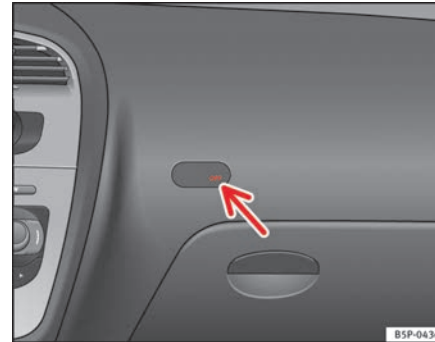

Abb. 27 Kontrollleuchte für Abschaltung der Beifahrerairbags
- Überprüfen Sie, ob bei eingeschalteter Zündung die Kontrollleuchte „OFF“ der Instrumententafel ⇒ Abb. 27 aufleuchtet ⇒ .
⇒ Seite 46, Abb. 27 nicht leuchtet ⇒ .